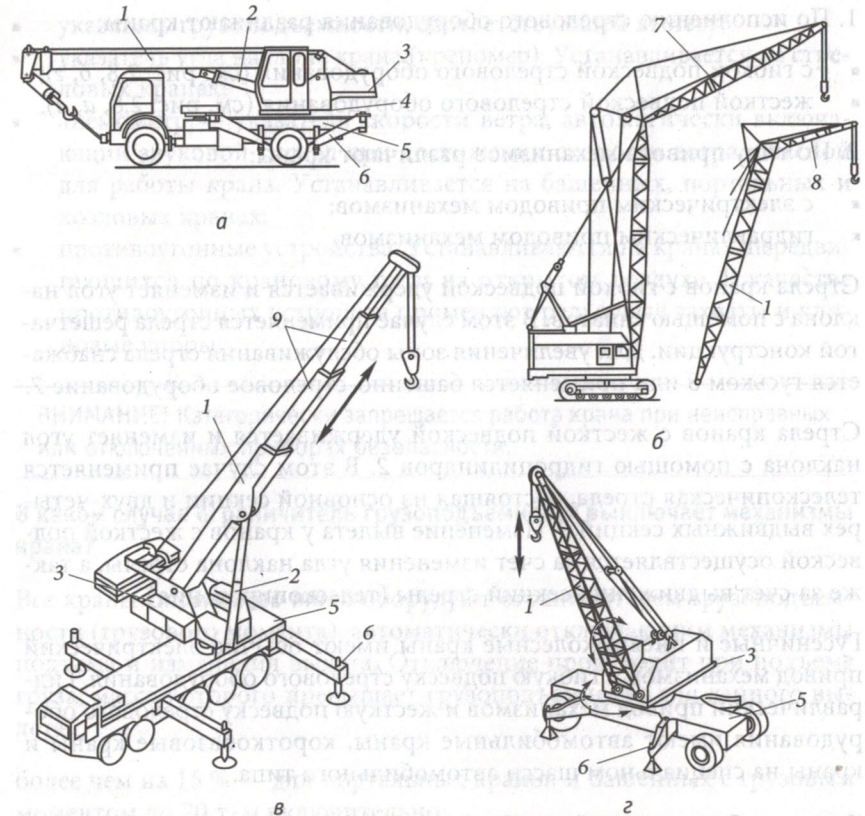

Рис. 2.8. Стреловые краны:
Все стреловые краны (рис. 2.8) имеют собственный источник энергии (силовую установку) — дизельный двигатель, поэтому они могут работать там, где отсутствует электроэнергия.
Автомобильные краны (рис. 2.8, а), краны на специальном шасси (рис. 2.8, в), короткобазовые краны являются наиболее мобильными, они
Гусеничные (рис. 2.8, б) и пневмоколесные (рис. 2.8, г) краны могут перемещаться по строительной площадке с грузом на крюке, при этом грузоподъемность пневмоколесных кранов примерно в 2 раза меньше, чем на выносных опорах.
- с гибкой подвеской стрелового оборудования (см. рис. 2.8, б, з);
- жесткой подвеской стрелового оборудования (см. рис. 2.8, а, в).